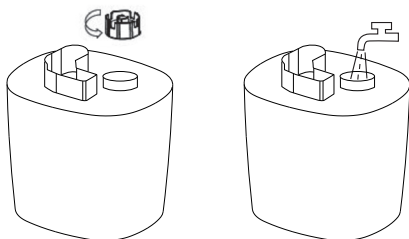

Рис. 2
2. Откройте крышку резервуара для воды против часовой стрелки и залейте воду в емкость (рис.2). Температура воды не должна превышать 40 °С.